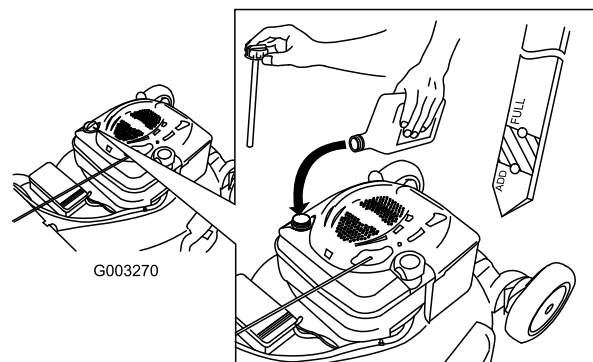

Figure 32
4. Versez de l'huile **lentement** dans le goulot de remplissage pour faire monter le niveau de liquide jusqu'au repère du plein (Full) sur la jauge (Figure 32). **Ne remplissez pas excessivement.** (Remplissage max. : 0,59 l (20 onces), type : huile détergente SAE 30W de classe de service API SF, SG, SH, SJ, SL ou supérieure.